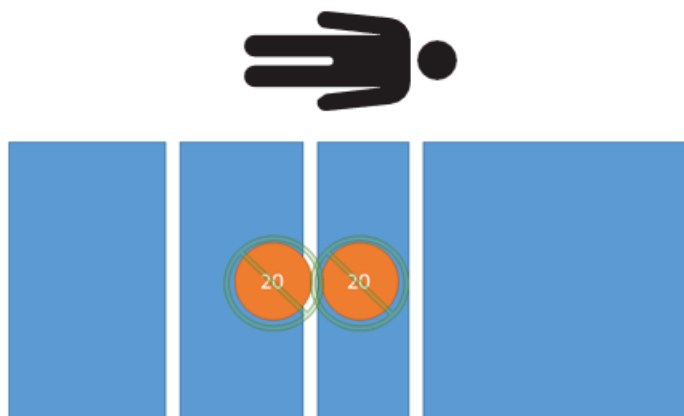

Figura 27 – Test della tara - Peso netto di 0 kg
1. Utilizzando pesi calibrati, collocare 40 kg sul prodotto (Figura 27).
12. Utilizzando pesi calibrati, collocare 0 kg sul prodotto (Figura 27).